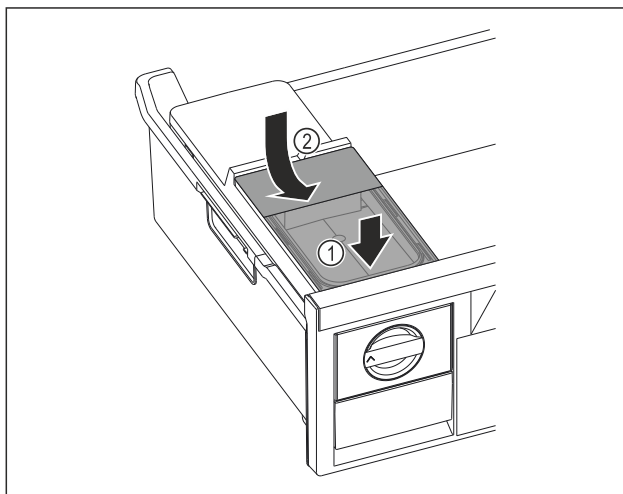

Fig. 122
- ▶ Așezați în față rezervorul de apă. Fig. 122 (1)
- ▶ Coborâți în spate rezervorul de apă. Fig. 122 (2)